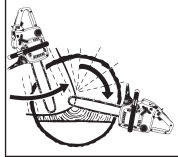

Abb. 14B
2. Wenn der Durchmesser des zu schneidenden Holzes größer ist als die Schienenlänge, machen Sie 2 Schnitte gemäß Abbildung (Abb. 14B).